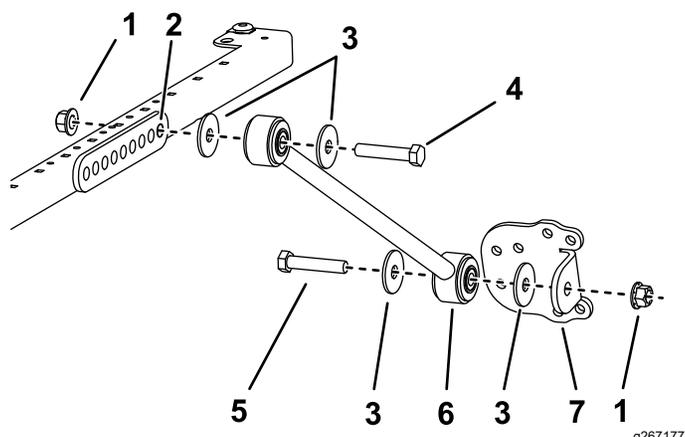

**Figura 40**
3. Utilizzando i fori di montaggio illustrati nella Figura 40, fissate, senza serrarla, ciascuna delle staffe di ancoraggio ai montanti del roll bar con un bullone a U (3 7/8" x 4") e 2 dadi flangiati.